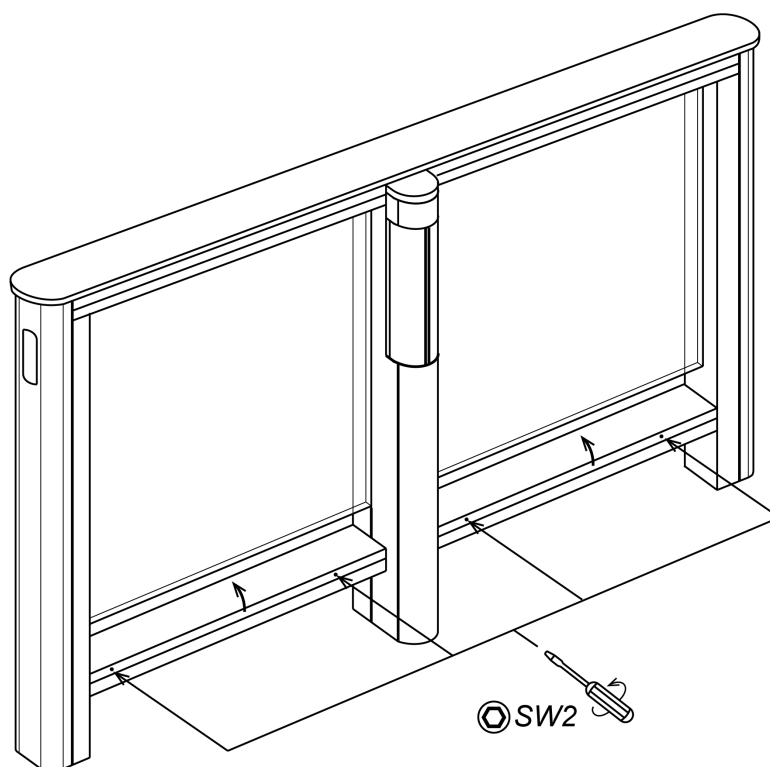

Рисунок 27. Снятие крышки нижнего короба
7. Снимите передние панели (8) обеих боковых стоек.
8. Используя рожковые и торцевые ключи S17, открутите и снимите 6 болтов М10×30 с шайбами, пластиковыми втулками и гайками крепления стекла заполнения (по два – в кронштейнах боковых стоек и два – на центральной стойке) (см. рис. 27, 28).